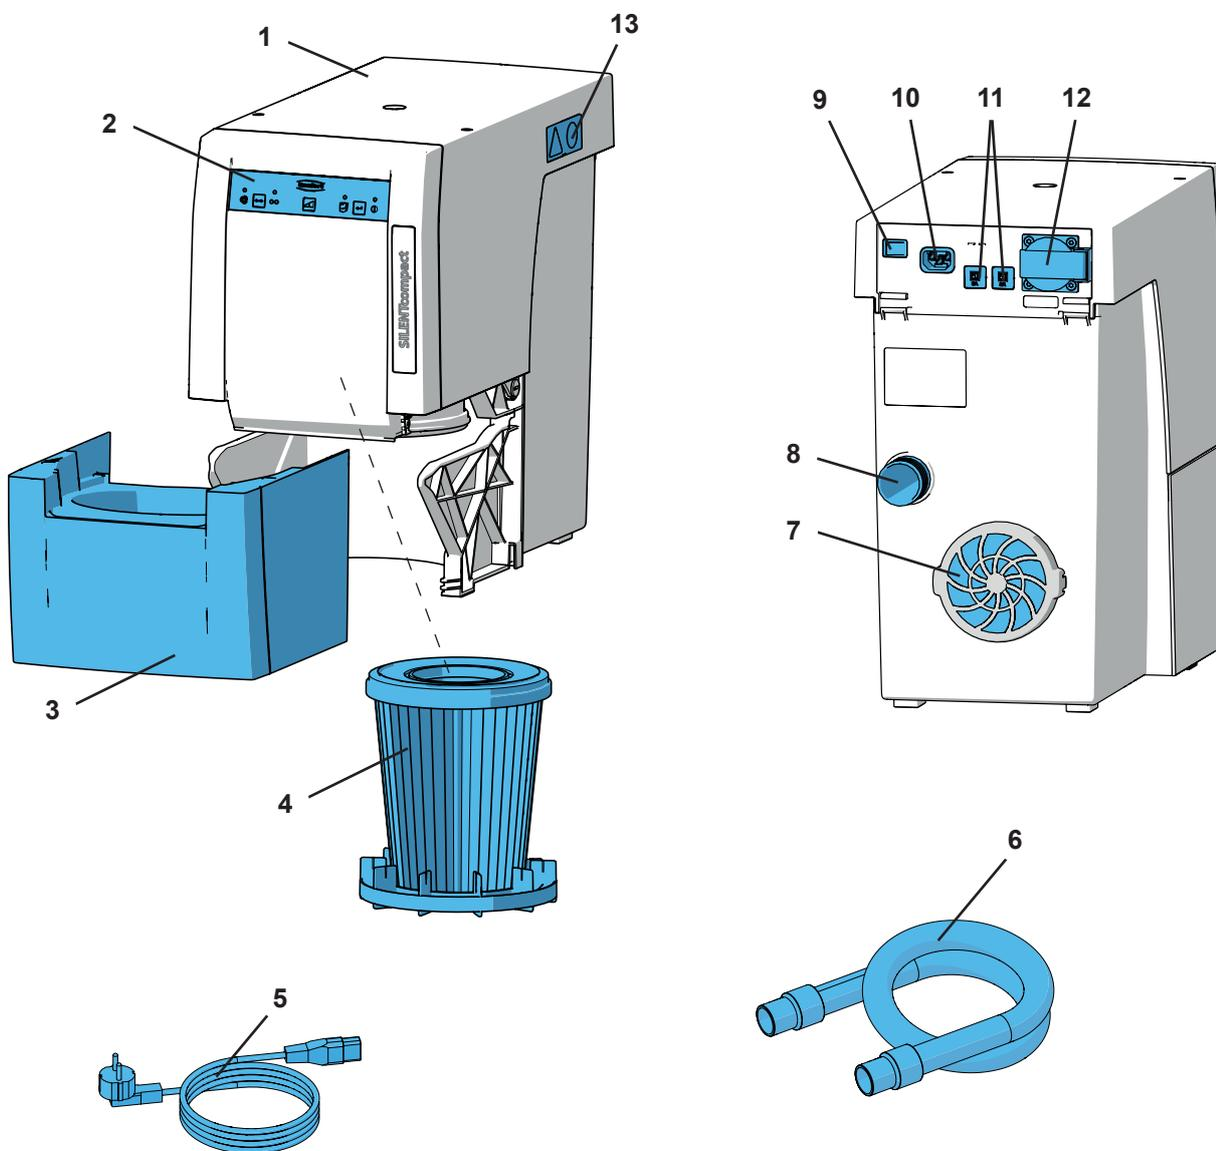

Fig. 1
- udsugningsluftudgangen (7, Abb. 1) ikke påvirkes.
- ⇒ Sluk apparatet på tænd/sluk-knappen (9).
- ⇒ Sæt netkablet (5, Fig. 1) i nettilslutningen (10).
- ⇒ Sæt sugeslangen (6, Fig. 1) på sugestudsen (8).